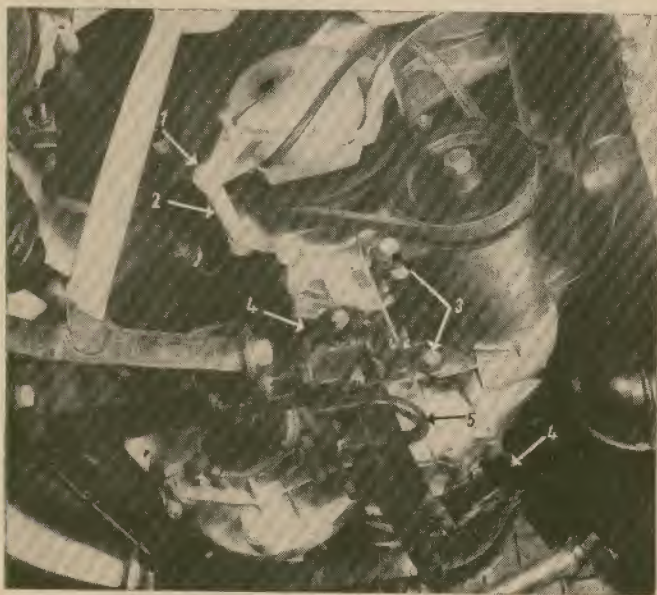

Abb. 37 Triebwerksblock
5. Schraube für Unterbrecherabstützung lösen, Hülse herausnehmen (Abb. 37).